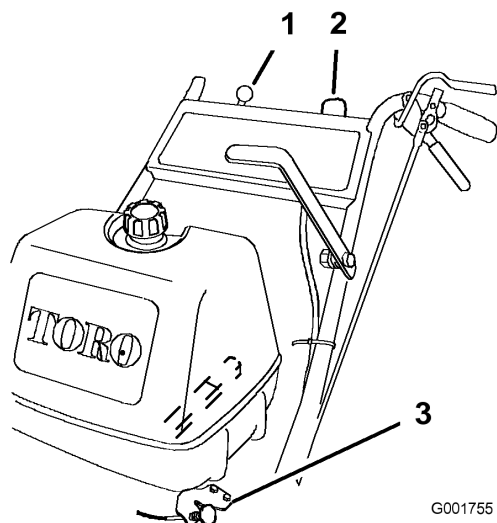

Figure 7
- Tournez la clé de contact à la position **marche** (Figure 7).
- Sortez le starter si le moteur est froid (Figure 7).
- Placez la manette d'accélérateur à la position **bas régime** (Figure 7).